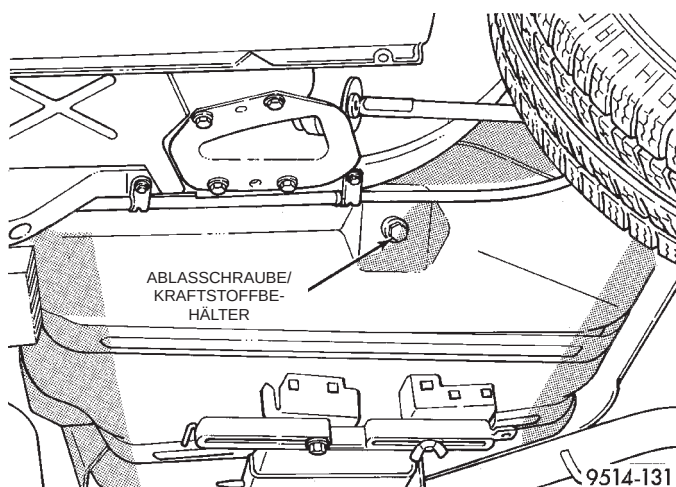

Abb. 10 Ablaßschraube/Kraftstoffbehälter
(1) Den Tankdeckel langsam öffnen, um so den Druck im Kraftstoffbehälter abzubauen.
(2) Das Fahrzeug mit einer Hebebühne anheben und den Kraftstoff aus dem Kraftstoffbehälter ablassen. Den Kraftstoffbehälter mit einem Getriebebock abstützen.
(3) Einen zugelassenen Kraftstoffkanister mit einem Fassungsvermögen von mindestens 70 Liter unter die Ablassschraube links an der Unterseite des Kraftstoffbehälters stellen.
(4) Die Ablassschraube herausdrehen und den Kraftstoff ablaufen lassen (Abb. 10).